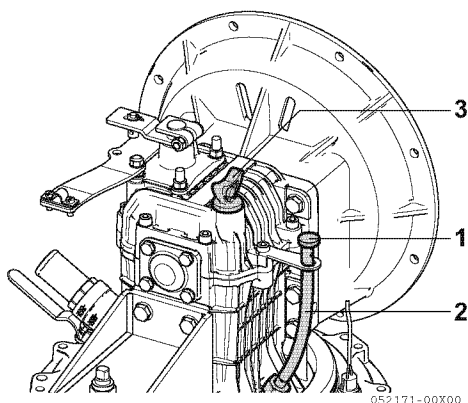
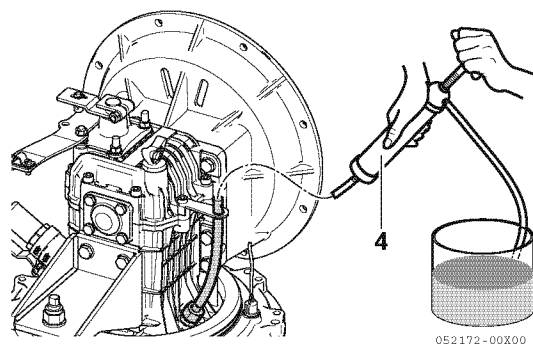

Figura 9
Figura 10
1. El cambio de aceite debe hacerse quitando el tapón (1, **Figura 9**) del conducto de succión de aceite (2, **Figura 9**).
La succión se puede hacer con una bomba de mano (4, **Figura 10**).
2. Empuje la manguera de la bomba (4, **Figura 10**) a través de la tubería de succión (2, **Figura 9**) y extraiga el fluido.
4. Desatornille la varilla de nivel de aceite (3, **Figura 9**).
6. Atornille la varilla de nivel de aceite (3, **Figura 9**).